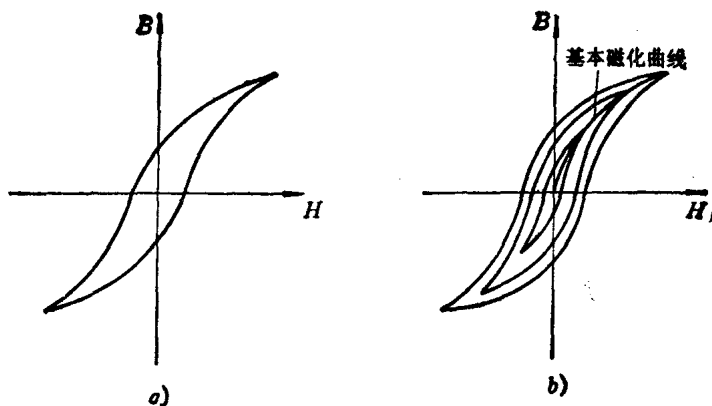

图 1-2 铁磁体的磁滞回线
64. **基本磁化曲线** 磁滞回线的形状与磁场强度的最大值有关,磁场强度的最大值不同,所得磁滞回线的顶点也不同,如图 1-2 b)所示。这些顶点的连线称为基本磁化曲线。